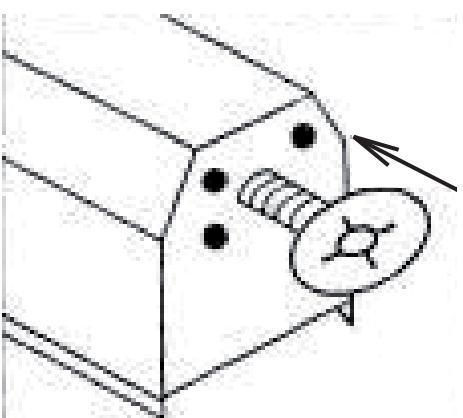

Рис. 11
- З'єднайте центральний отвір планшайби з різбою шпинделля (рис. 11).